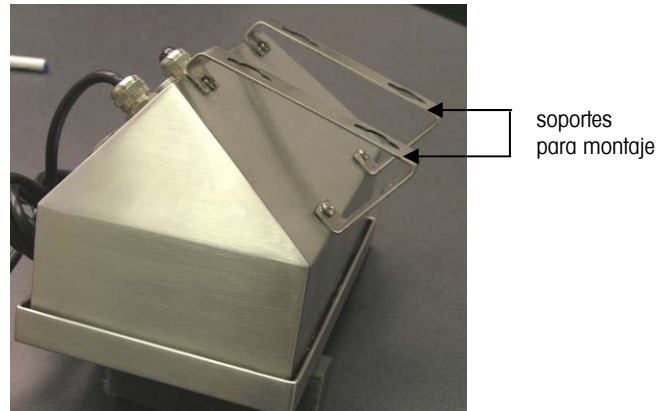

Figura 2-7: Fijación de los soportes para montaje en pared
1. Fije los dos soportes en la parte inferior de la caja con los cuatro tornillos M5 incluidos con la terminal. Los soportes deben fijarse como se muestra en la Figura 2-7.